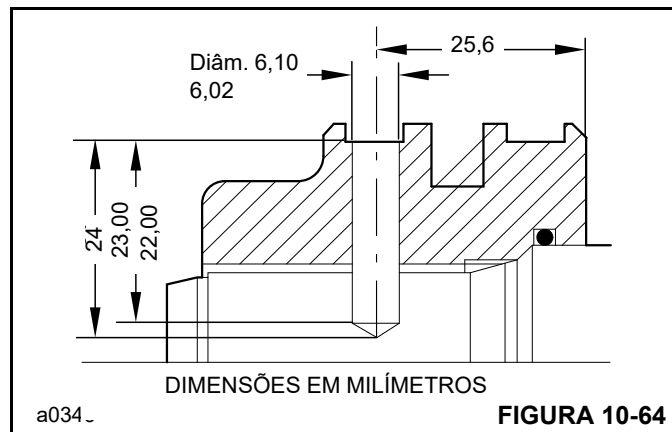

FIGURA 10-64
- a. Faça um furo através do pistão na haste do cilindro na dimensão, Figura 10-64. Usando uma broca de diâmetro menor primeiramente como guia, perfure até a profundidade de 24 mm (0.94 pol.). Então, usando uma broca de 6 mm, abra o furo para o pino de trava.
- b. Use uma broca de diâmetro menor para fazer um furo guia com profundidade de 24 mm (0.94 pol.), Figura 10-64. Verifique se a broca está centralizada corretamente na marca central feita na Etapa a.